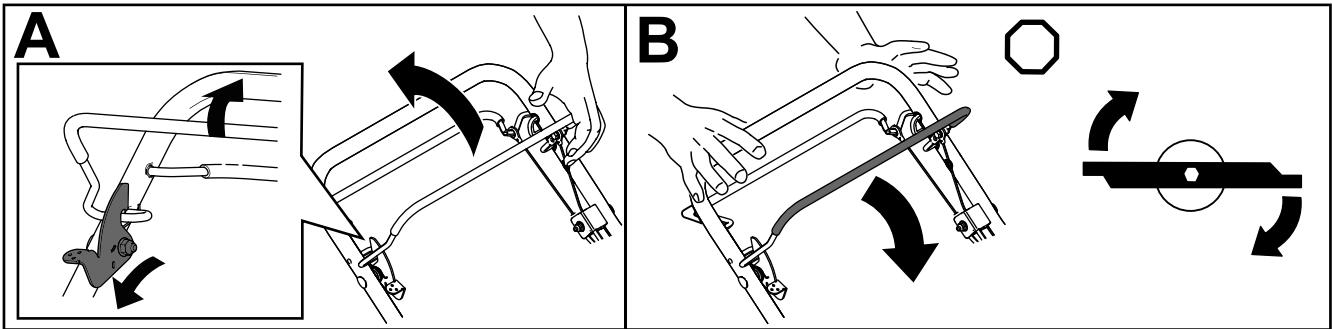

Figura 17
1. Empurre e segure a alavanca de bloqueio de controlo da lâmina para a frente para libertar a barra de controlo da lâmina (A da Figura 17).
2. Empurre a barra de controlo da lâmina em direção à pega e liberte a alavanca de bloqueio de controlo da lâmina; a lâmina deve engatar (A da Figura 17).
3. Liberte a barra de controlo da lâmina para desengatar a lâmina (B da Figura 17). A alavanca de bloqueio de controlo da lâmina repõe para bloquear a barra de controlo da lâmina.